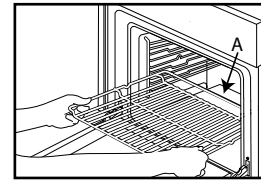

Fig. 1
1. Włożyć ruszt poziomo, wygiętą częścią „A” do góry (Rys. 1).